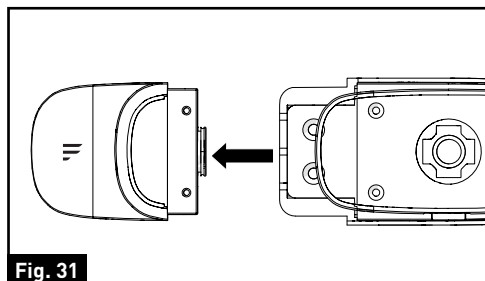

Fig. 31
4. Tirez pour retirer la partie décorative du feu de circulation et gardez-la dans un endroit sûr en cas d'utilisation future. (Fig. 31)